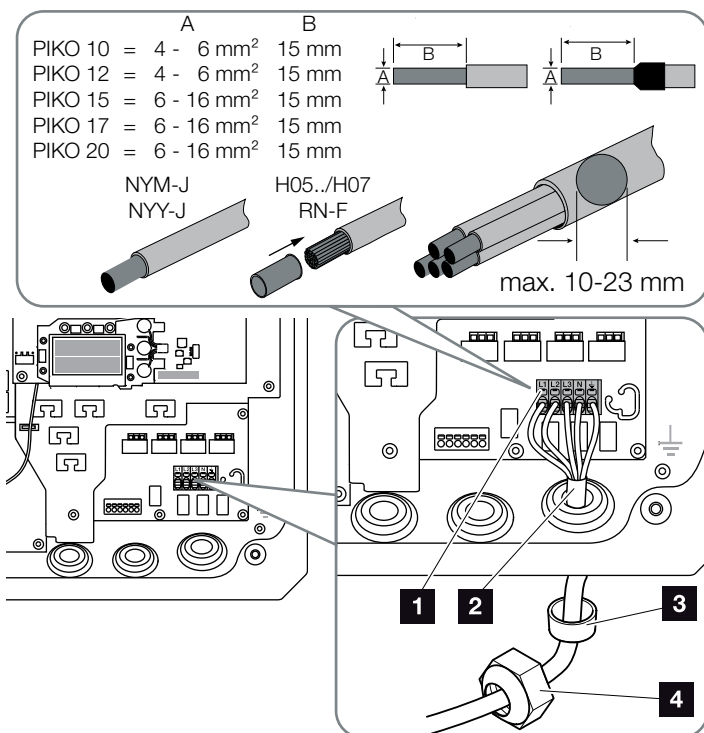

Fig. 22: Tilslutning af nettiledningen ved vekselstrømsomformeren
7. Tilslut nettiledningens årer til AC-klemmen iht. påskriften. **!** **🔧 Fig. 22, pos. 1**